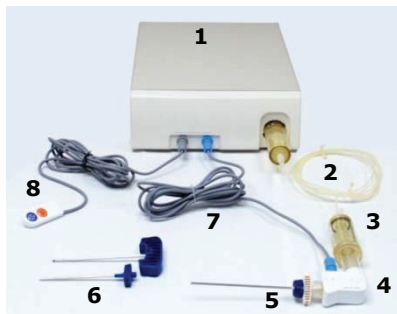

Abbildung 1. StabiliT Wirbelsäulenaugmentationssystem
Das StabiliT-Wirbelsäulenaugmentationssystem besteht aus acht (8) Komponenten (Abbildung 1).